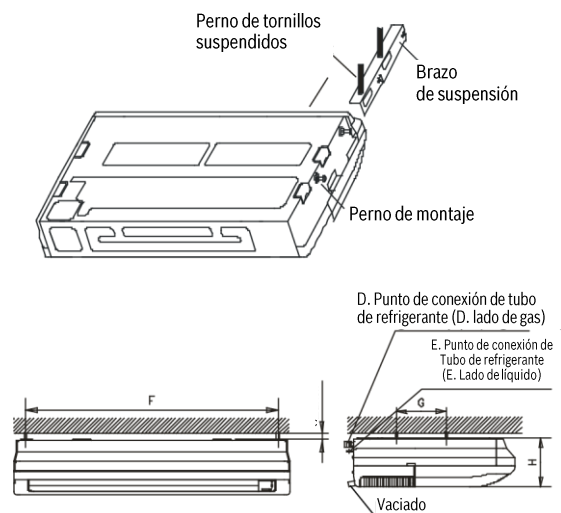

Fig. 49-12
3. Colgar la unidad en el brazo de suspensión deslizándola hacia atrás. Ajustar los pernos de montaje fijamente a ambos lados. (Véase fig.49-12)